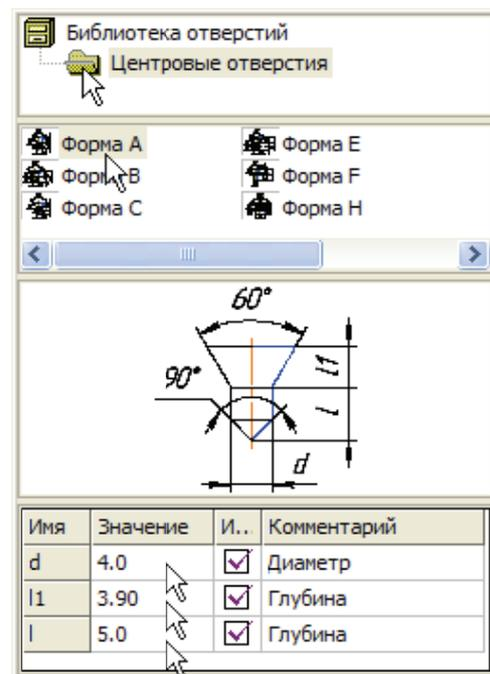

Рис. 7.27
- В окне Библиотеки отверстий откройте папку **Центровые отверстия** и укажите отверстие **Форма А**. (рис. 7.27).
- В таблице параметров (рис. 7.27) задайте диаметр отверстия $d = 4$ мм, глубину конической части $l1 = 3,9$ мм и глубину цилиндрического участка $l = 5$ мм.